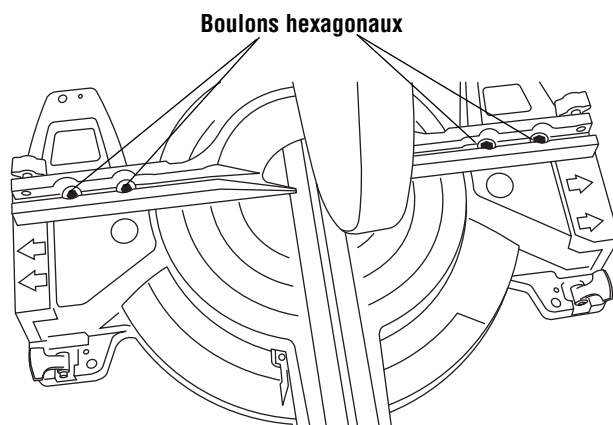

Figure 10. Réglage du guide
- c. Utilisez la clé universelle (fournie) et desserrez quatre (4) boulons hexagonaux situés derrière le guide. (Figure 10).